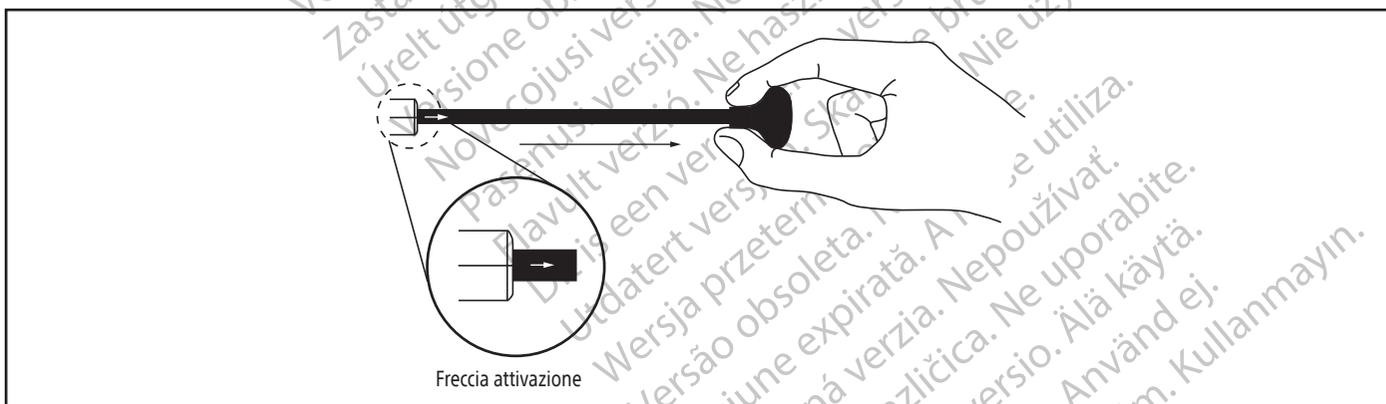

Figura 6. Espansione completa di stent lunghi (150 mm): retrainare l'impugnatura di trazione solo dopo che la freccia di attivazione bianca diventa visibile.
2. Continuare a ruotare la rotella zigrinata fino a quando la fascia di marker radiopachi del corpo intermedio [5] supera i marker radiopachi prossimali dello stent, indicando che l'espansione è completa, oppure (per stent di 150 mm di lunghezza) fino a quando la freccia di attivazione bianca diventa visibile sull'asta di prolunga dell'impugnatura di trazione, indicando che per completare l'espansione dello stent è necessario attivare l'impugnatura di trazione (fare riferimento alla Figura 6). Gli stent lunghi (150 mm) non si espandono completamente con la sola azione della rotella zigrinata.